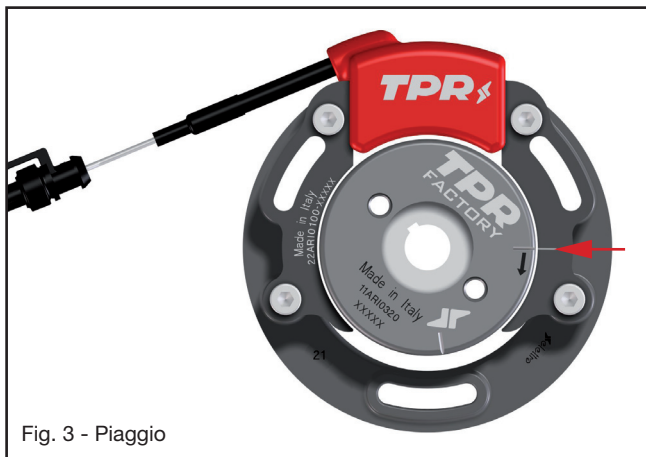

Fig. 3 - Piaggio
- Mantenendo l'albero motore in questa posizione fare collimare la linea di riferimento impressa sul rotore con quella situata sullo statore (Fig. 3) mediante la rotazione di quest'ultimo, poi bloccare le tre viti M5 di fissaggio dello statore (Coppia di serraggio $6 \div 8$ Nm pari a circa $0,6 \div 0,8$ kg*m).